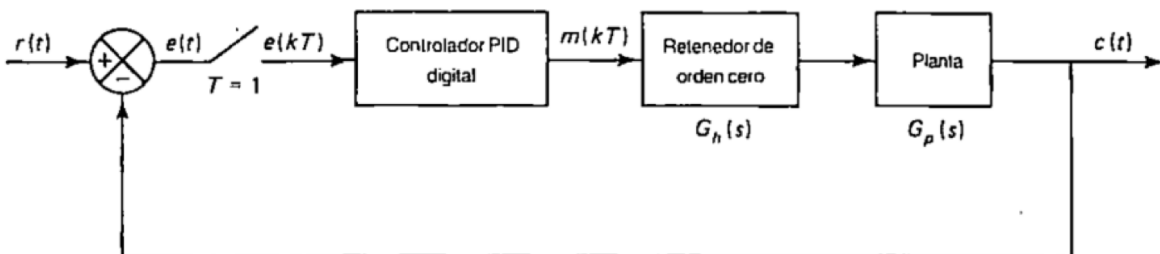

Figura 7.1: Arquitectura del lazo de control
Se conoce que la arquitectura de lazo de control a utilizar es la mostrada en la figura 7.1. El tiempo de muestreo a utilizar es de $T = 0.1[s]$.
7. Arme un diagrama en Simulink similar al presentado en la figura 7.1. Recuerde configurar el bloque ZOH y el bloque del controlador (*Discrete Transfer Fcn*) con el tiempo de muestreo solicitado en el ejercicio.